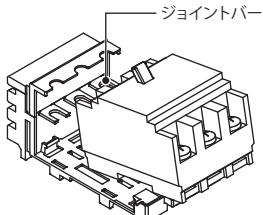

図1
- ① プレーカの電源側端子を i plug-s のジョイントバーに差し込みます。(図 1)